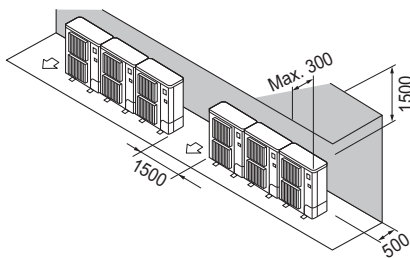

Fig. 3-12
- ② Hindernisse nur auf der Rück- und Oberseite (Fig. 3-12)